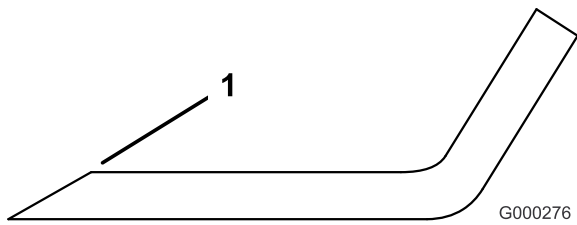

Bild 54
1. Schärfen Sie die Schnittkante an beiden Enden des Schnittmessers mit einer Feile (Bild 54). Behalten Sie den ursprünglichen Winkel bei. Das Schnittmesser behält seine Auswuchtung bei, wenn von beiden Schnittkanten die gleiche Materialmenge entfernt wird.